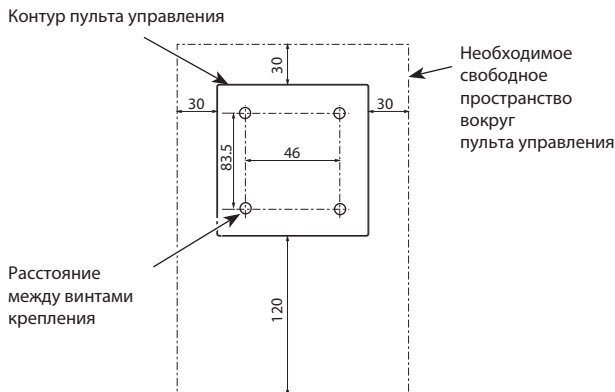

Рис. 4.2.2
- 1) Соблюдайте необходимое свободное пространство указанное на Рис. 4.2.2 вне зависимости от установки пульта управления в монтажной коробке или непосредственно на стену.